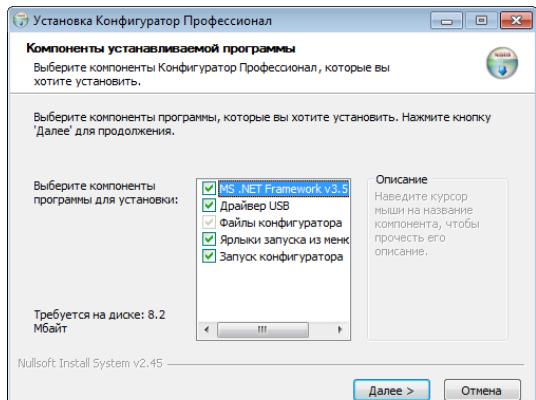

Рисунок 7.1 — Окно *Компоненты устанавливаемой программы*
- В открывшемся окне оставьте установленными все флажки и нажмите кнопку **Далее >** (см. рисунок 7.1).